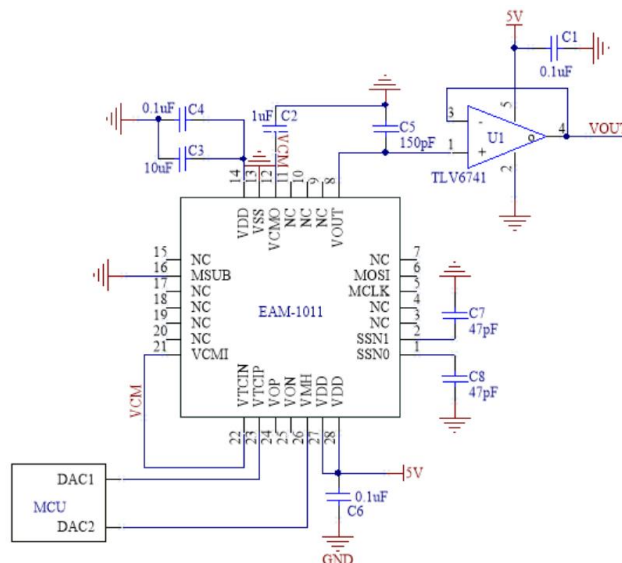

图 10 典型应用三
9.3 EAM1011-100 的典型应用三（温度补偿-如图 10）